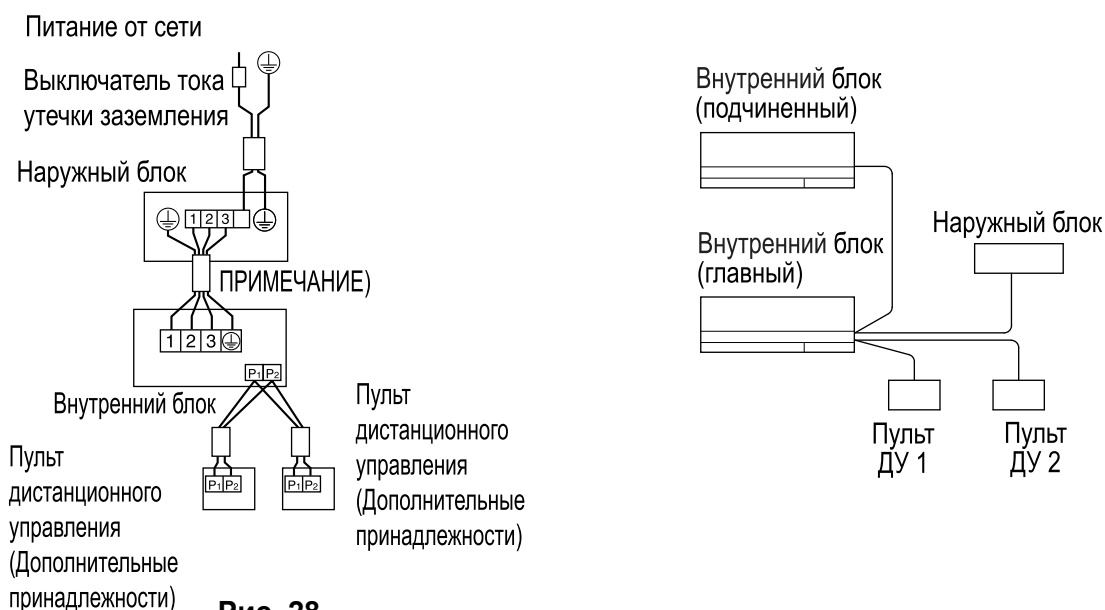

Рис. 28
- **Управление с помощью 2 удаленных контроллеров:** 2 удаленных контроллера управляют 1 внутренним блоком. (См. Рис. 28)
- (3) Снимите крышку блока управления (См. “5. УСТАНОВКА ВНУТРЕННЕГО БЛОКА”).
- (4) Добавьте проводку между пультом дистанционного управления 2 (ведомым) и контактом (P1, P2) клеммной колодки (X1M) для пульта дистанционного управления в блоке управления. (Полярность отсутствует). (См. Рис. 28 и Таблицу 4)